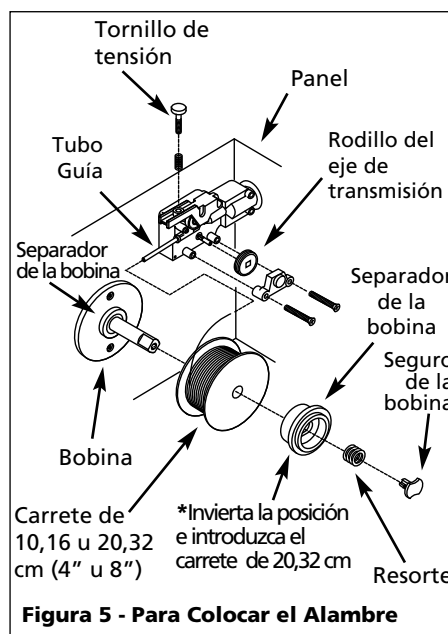

Figura 5 - Para Colocar el Alambre
**\*Vea las instrucciones de ensamblaje en la Figura 5.**